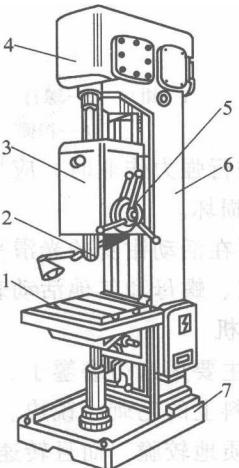

图 1-5 立式钻床
(2) 立式钻床 立式钻床简称立钻，一般用来钻、扩、锪、铰中小型工件上的孔，其最大钻孔直径规格有  $\phi 25\text{mm}$ 、 $\phi 35\text{mm}$ 、 $\phi 40\text{mm}$  和  $\phi 50\text{mm}$  等几种。立式钻床的结构如图 1-5 所示，它主要由主轴、变速箱、进给箱、工作台、立柱、底座等组成。